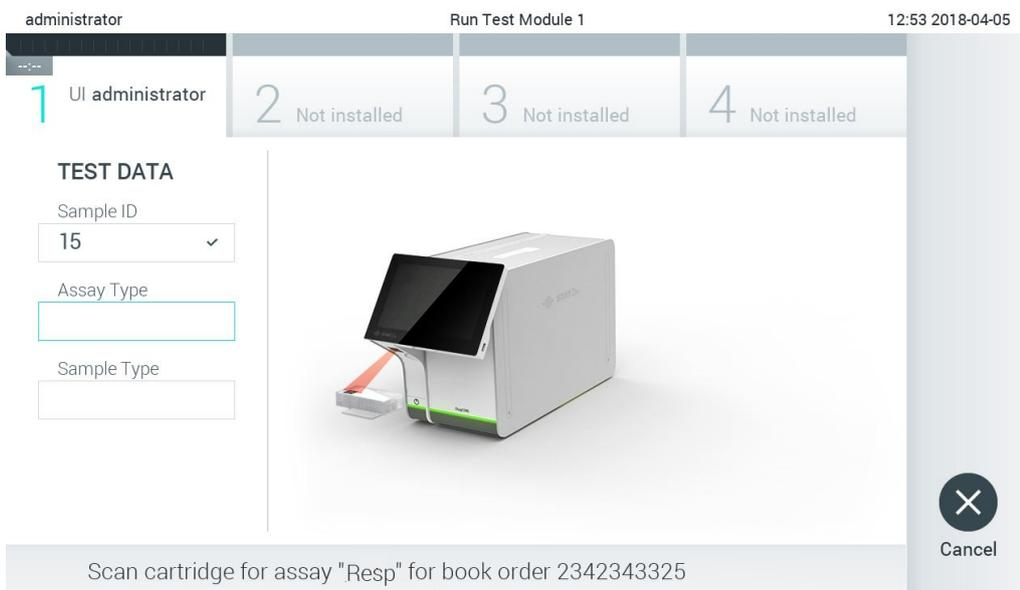

Figura 84. Escaneo del código de barras del cartucho de ensayo QIAstat-Dx.
4. Cuando la solicitud de prueba se ha recibido correctamente del host, se mostrará "Scan cartridge for assay <assay_name> and book order <order_number>" (Escanear cartucho para el ensayo <nombre_de_ensayo> y solicitud de reserva <número_de_solicitud>). Escanee el código de barras del cartucho de ensayo QIAstat-Dx específico (figura 84).